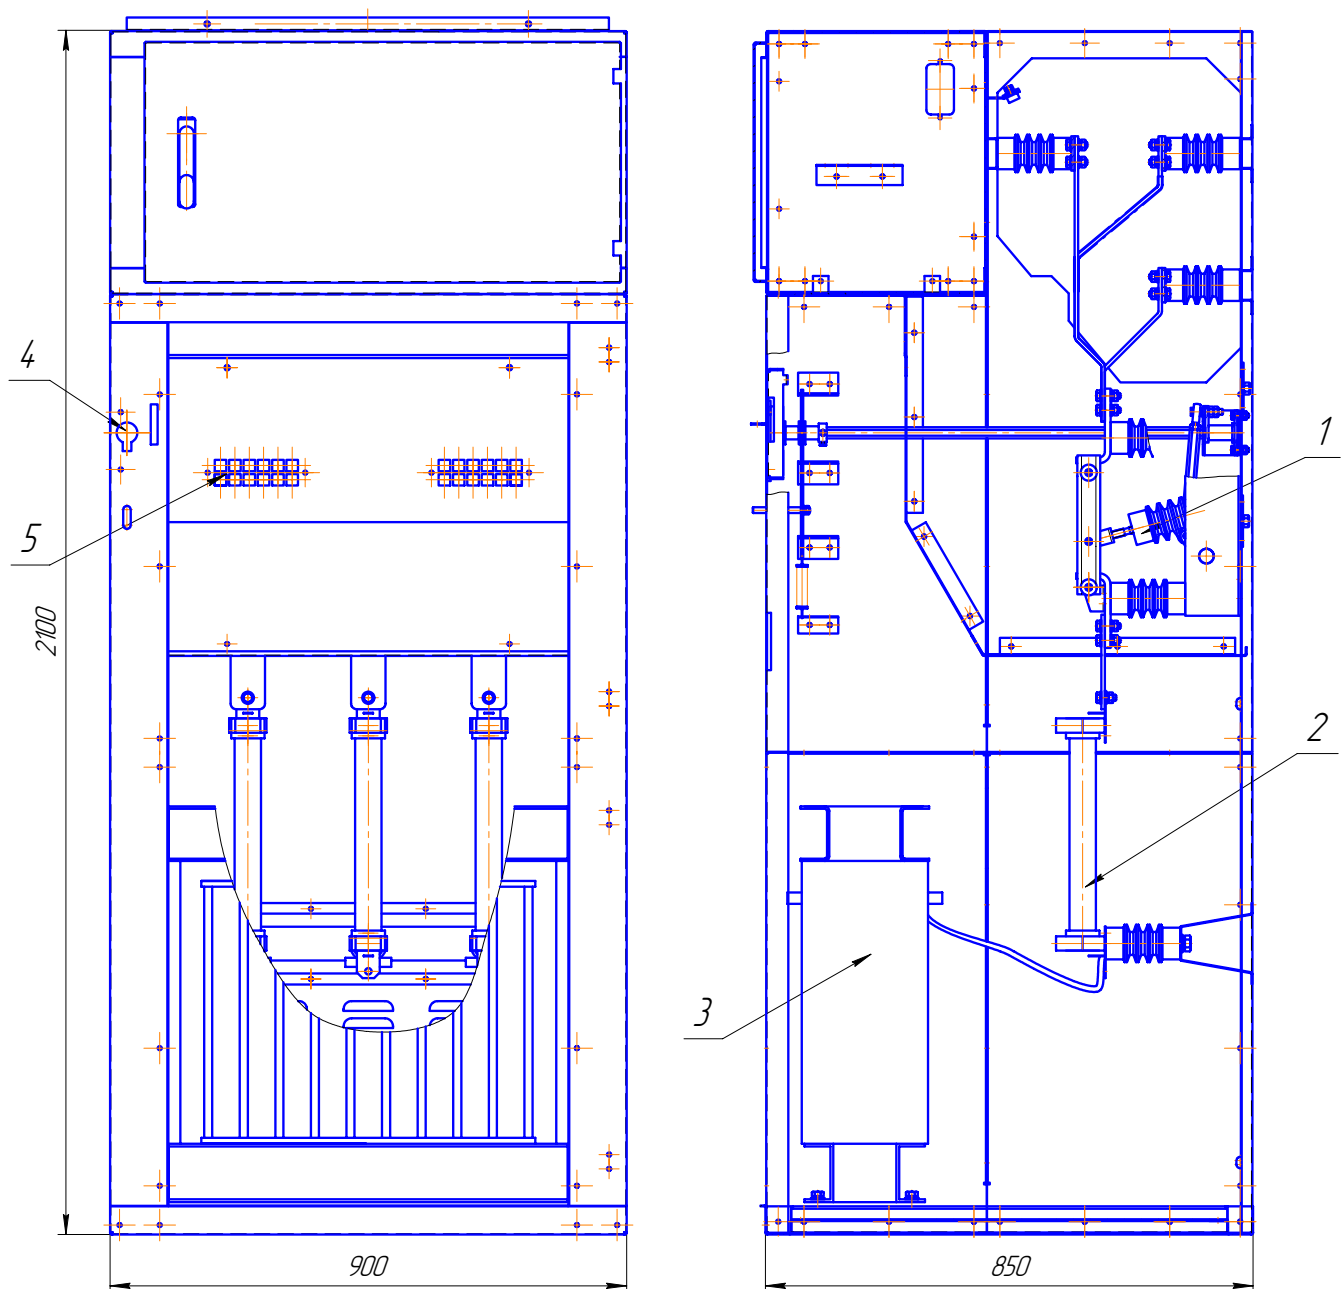

Рисунок 4. Камера КСО-205 КОМПАКТ с трансформатором собственных нужд.
- 2) Схема КСО-205-35 выполняется в одном шкафу с габаритными размерами 900x850x2100 мм, при этом используются сухие трансформаторы ТС мощностью 25кВА, 40кВА или три однофазных трансформатора ОЛС по 1,25кВА (рис. 4).